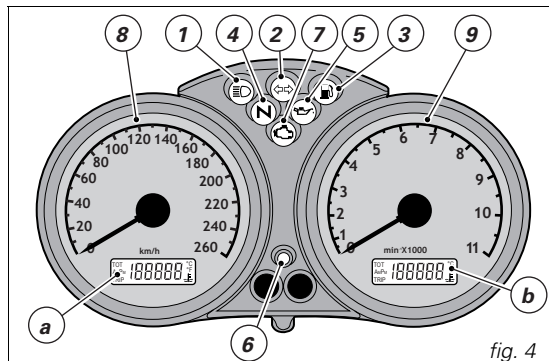
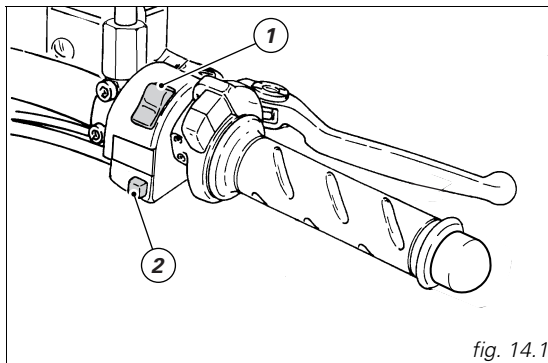

fig. 4
fig. 14.1
Cruscotto (fig. 4)
La seguente procedura offre quindi la possibilità all'utente, in caso di problemi al sistema immobilizer, di disabilitare la funzione "blocco motore" rappresentata dall'accensione simultanea della spia giallo ambra EOBd (7, fig. 4). L'operazione è possibile solo conoscendo il codice elettronico (electronic code) riportato sulla code card.
La spia EOBD (7, fig. 4) si spegne dopo un tempo prestabilito di 8 secondi.
4) Contare un numero di lampeggi della spia EOBD (7, fig. 4) pari alla prima cifra del codice segreto.
1) Se il codice viene riconosciuto, la spia (6, fig. 4), posta sul quadro strumenti, emette un breve lampeggio; il sistema di protezione ha riconosciuto il codice della chiave e disattiva il blocco motore. Premendo il pulsante START (3, fig. 14.1), il motore si avvia;
2) Se la spia (6, fig. 4) o la spia EOBD (7, fig. 4) rimangono accese, il codice non è stato riconosciuto. In questo caso si consiglia di riportare la chiave in posizione OFF e poi di nuovo in ON, se il blocco persiste, riprovare con l'altra chiave in dotazione di colore nero.
3) Se la spia (6, fig. 4) rimane lampeggiante significa che una segnalazione del sistema immobilizer è stata ripristinata (ad esempio con la procedura di sblocco tramite manopola). Ruotando la chiave in posizione OFF e nuovamente su ON la spia immobilizer dovrebbe riprendere il suo normale funzionamento (vedi punto 1).
Commutatore destro (fig. 14.1)